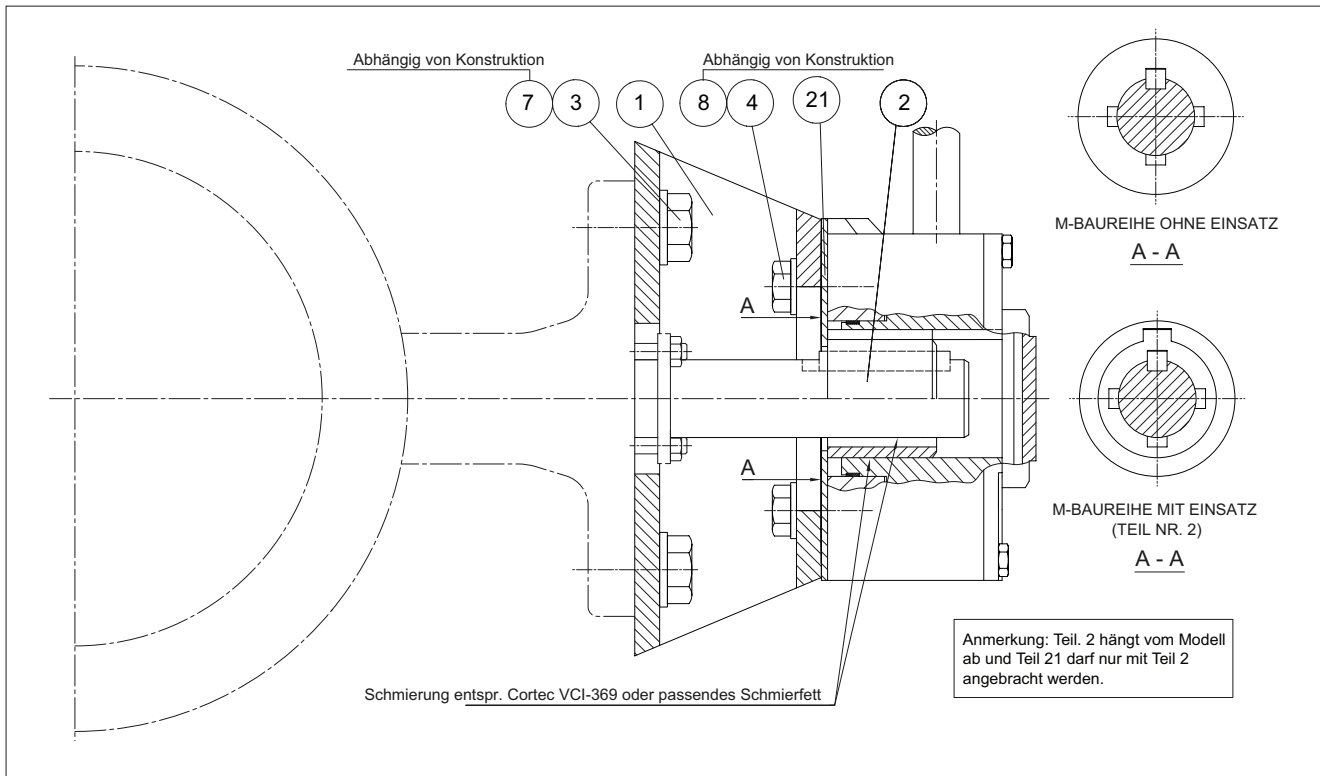

Abb. 2 Getriebe rechtwinklig zum Ventil.
7. Fetten Sie die Ventilwelle und die Außenfläche des Lagers (2) sowie die Antriebsbohrung mit einem geeigneten Schmiermittel ein, um die Montage zu erleichtern. Die Scheibe (21) sollte installiert wer- den, wenn das Lager (2) zwischen den Ventil- flansch-Anbauflächen eingesetzt wird. Mit der Scheibe wird der Einsatz fixiert.
8. Montieren Sie das Getriebe rechtwinklig am Ventil (siehe Abb. 2).